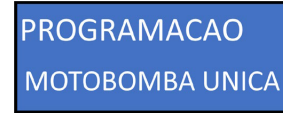

Figura 42
35. Para iniciar esa programación navegue por el menú principal utilizando los botones “arriba” o “abajo” hasta encontrar la función “PROGRAMACION MOTOBOMBA UNICA” (figura 42). Pulse el botón “OK” para ser dirigido al menú Setup.